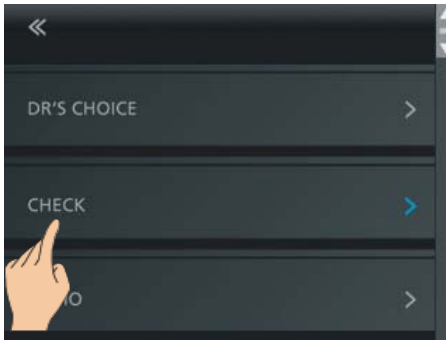

Fig. 28 Escolha da função CHECK
- Entre no menu "Ajustes" e escolha a função CHECK (Fig. 28).